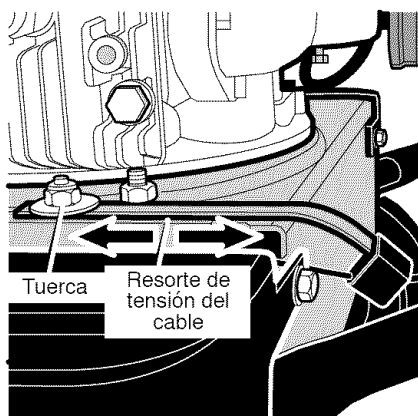

Figura 12
1. Afloje la **tuerca** que sujeta el **resorte de tensión del cable**. (Vea la Figura 12).